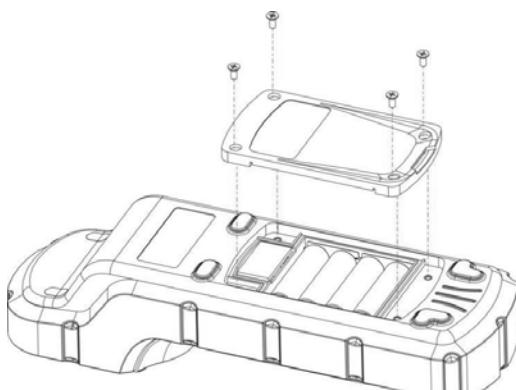

Figura 1 Sustitución de las pilas
El compartimento de las pilas dAP50MM, que se muestra en la figura 1, se encuentra en la parte posterior del instrumento. Inserte una pequeña almohadilla debajo de la zona de la pantalla para nivelar la superficie posterior cuando el instrumento esté boca abajo. Instale las pilas como se indica a continuación:
2. Inserte cuatro pilas en el portapilas como se muestra en la figura 1.